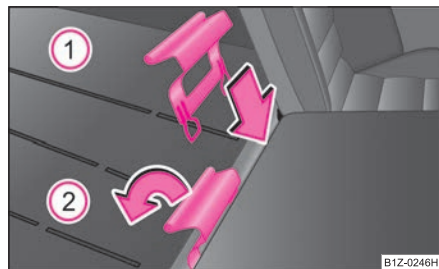

Fig. 112 Soporte para la fijación
- Introducir el soporte de sujeción en el intersticio entre el respaldo abatido y la banqueta del asiento central y ponerlo en posición horizontal ⇒ fig. 112.